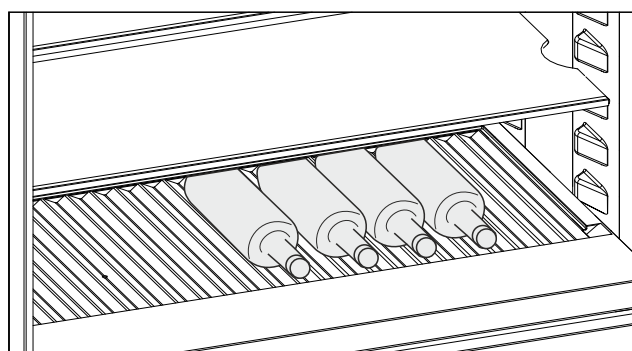

Fig. 255 Примерно изображение
- Поставете бутлките с дъното назад към задната стена. (виж Fig. 255)